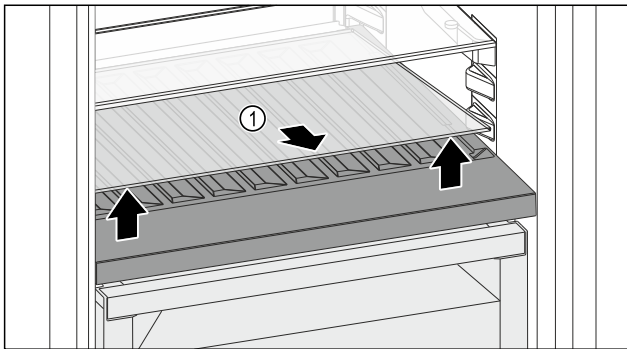

Fig. 138
- ▶ Glasplatte Fig. 138 (1) an der Aussparung vorne anheben und herausnehmen.
- ▶ Glasplatte Fig. 138 (1) außerhalb des Geräts sicher aufbewahren.
- ▶ Glasplatte (2) unter der variablen Flaschenablage einlegen.